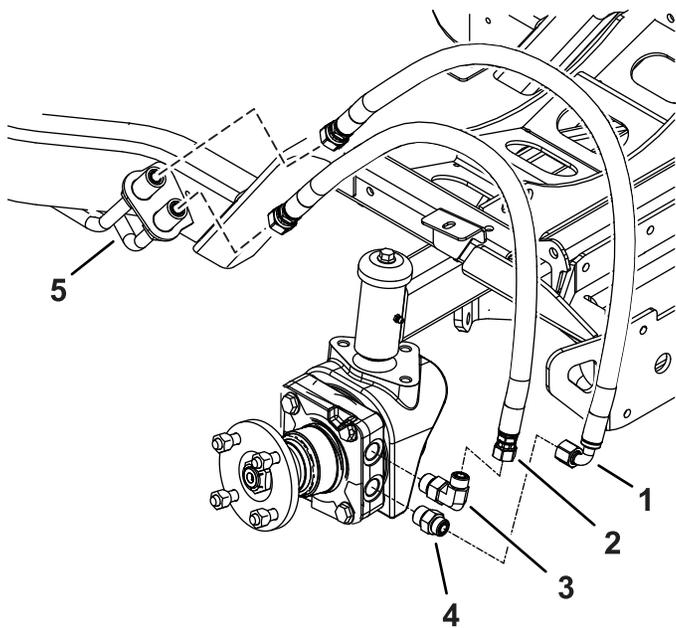

Figura 11
3. Montate il nuovo raccordo diritto e il raccordo a gomito a 90° nel motore della ruota (Figura 11).
6. Montate il flessibile con i raccordi dritti nel raccordo a gomito a 90° (Figura 11).
7. Montate il flessibile con il gomito a 90° nel raccordo dritto (Figura 11).
16. Rimuovete un tappo alla volta e montate il flessibile corretto nel condotto idraulico come illustrato in Figura 11.
17. Rimuovete il tappo rimanente e montate il flessibile nel condotto idraulico (Figura 11).